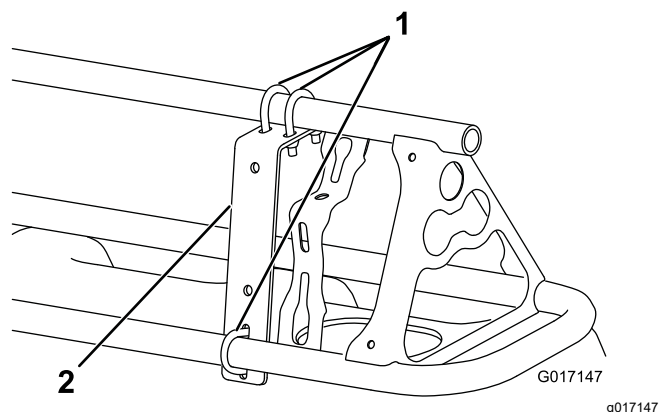
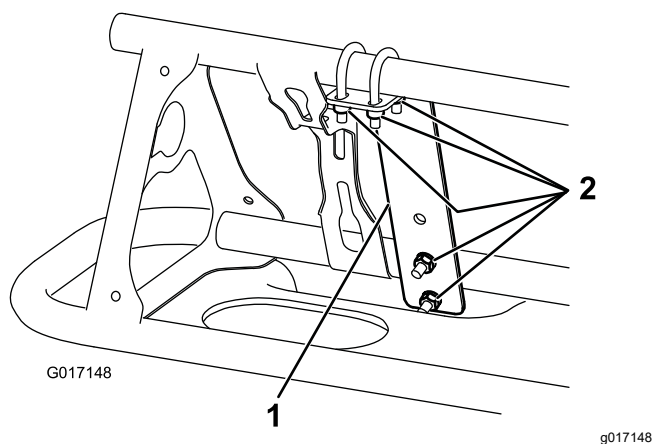

Figura 15
Figura 16
1. Instale un soporte de montaje en el lado delantero de cada brazo, cerca de la boquilla exterior (Figura 15 y Figura 16) con 3 pernos en U y 6 contratuercas (1/4").